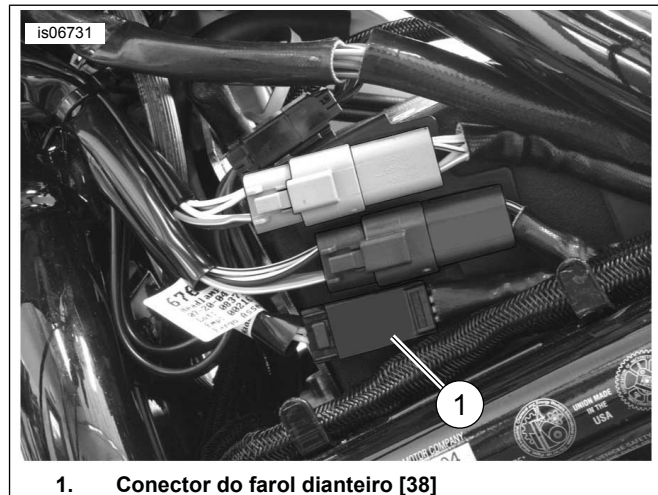

Figura 30. Locais de emendas do fio (V-Rod 2005 e posteriores)
1. Ver Figura 30. Corte o fio cor de laranja/branco do **chicote principal do veículo** que se encontra perto do conector do pino do farol dianteiro [38A] (1).